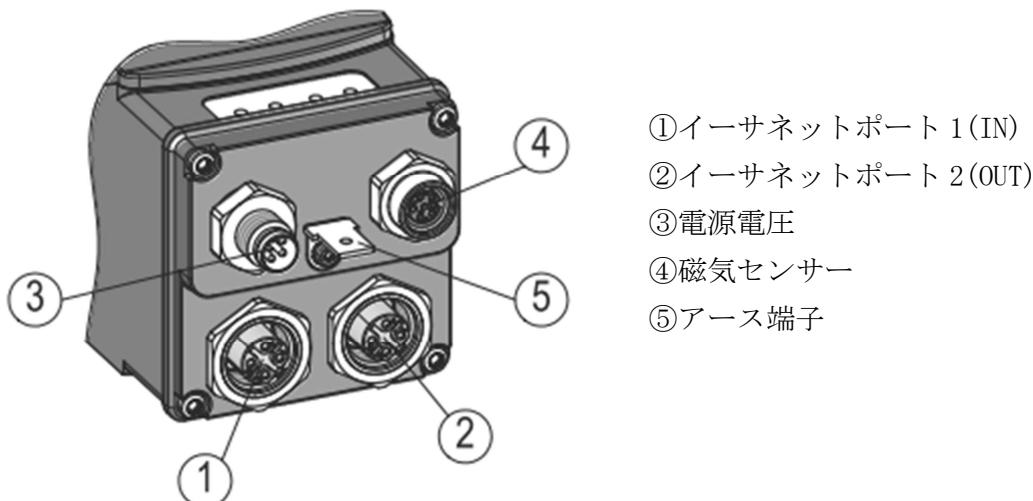

図 2：コネクタ配置
- ①イーサネットポート 1(IN) : M12 4 ピン メス (D コード) (図 2 参照)
- ②イーサネットポート 2(OUT) : M12 4 ピン メス (D コード) (図 2 参照)
- ③電源電圧 M8 4 ピン オス (A コード) (図 2 参照)
またアース端子⑤をアース接続してください。(図2参照)